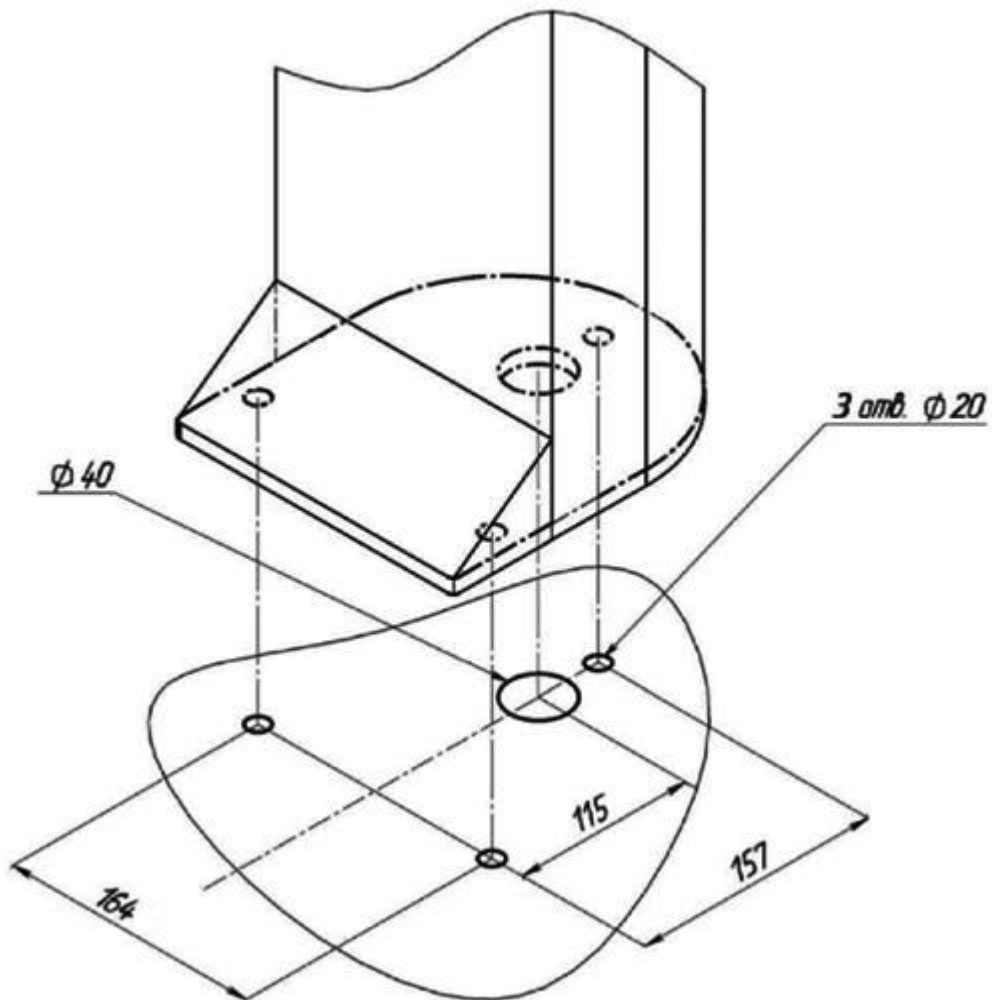

Рисунок 4 – Установочные размеры площадки турникета
4.2.4 Рисунок 4 – подводу кабелей производить через отверстие диаметром 40 мм в нижней плите стойки турникета.